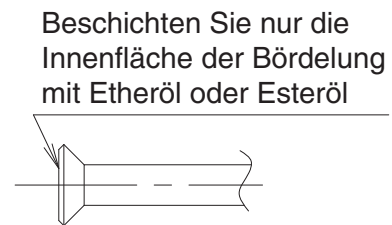

Abb. 8
- Beschichten Sie beim Herstellen einer Bördelverbindung nur die Innenfläche der Bördelung mit Etheröl oder Esteröl. (**Siehe Abb. 8**)